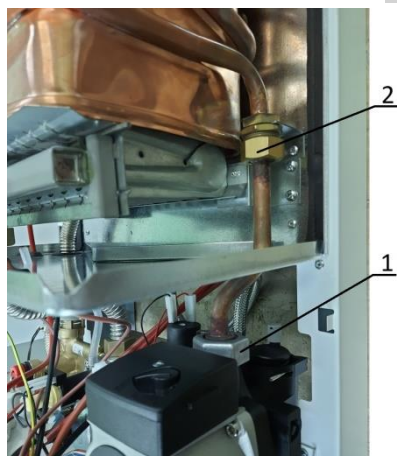

Рис. 20. Демонтаж трубы насоса
- 4) ключом на 30 отвернуть гайку 1 и ключом на 38 отвернуть гайку 2 (см. Рис. 20) крепления трубы к штуцеру теплообменника и крепление трубы к насосу и отвести трубу в сторону.